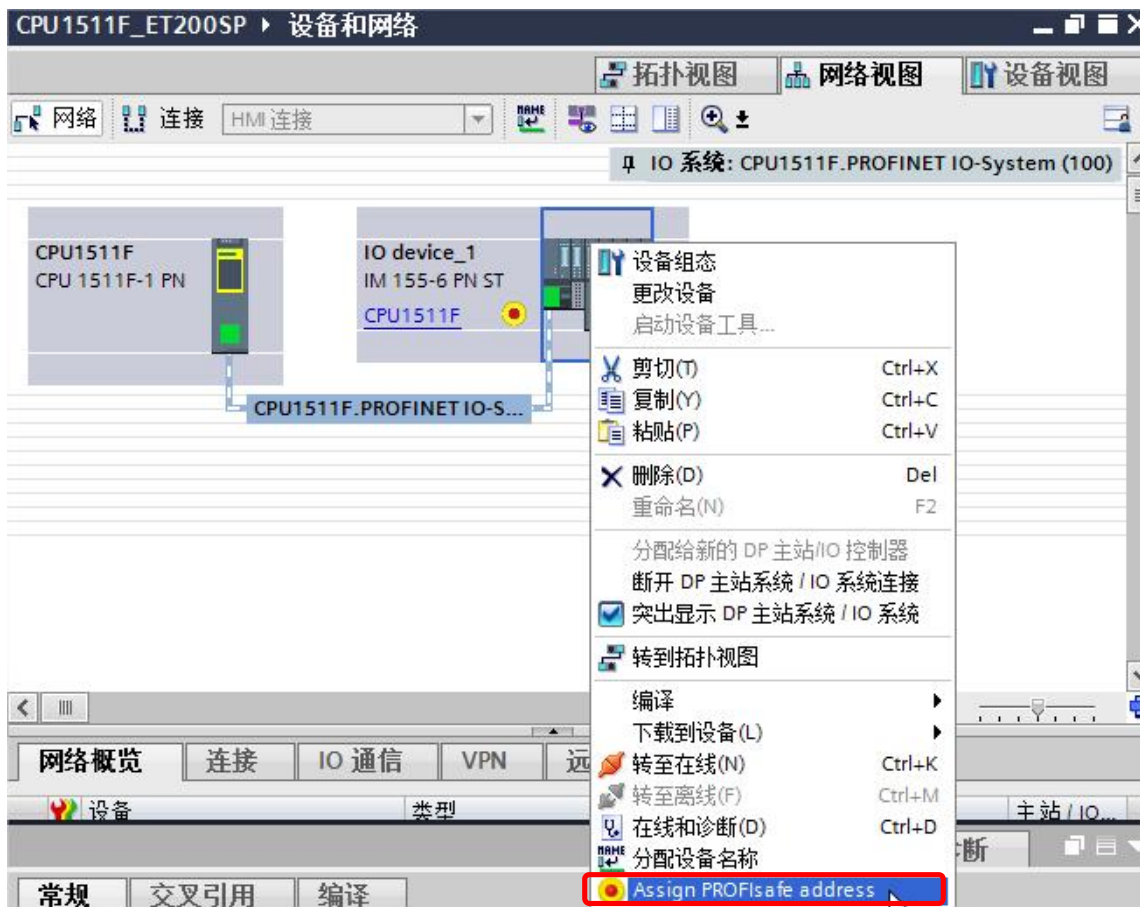

图 2-16 分配 Profisafe 地址
10) 分配安全模块 F 目标地址，首先在网络视图中选中 IM155 站点，点击鼠标右键中“分配 Profisafe 地址”，如图 2-16 所示。